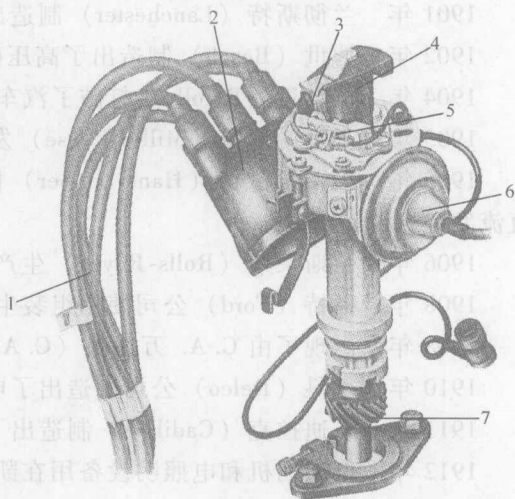

图 1-3 触点断电器式分电器
- 1939 年 点火系统的分电器安装了自动点火提前调节装置 (见图 1-3)。